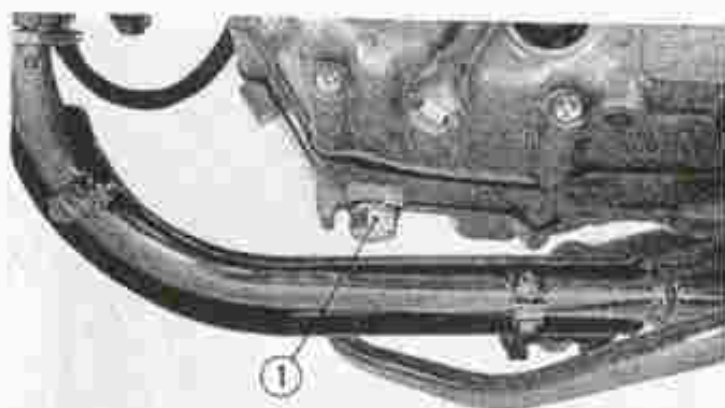

Fig. 11 ① Aftapstop
- 1) Verwijder de vuldop met pijlstok en tap de olie volledig af, door de aftapstop onderaan de motor te verwijderen. (Fig. 11)